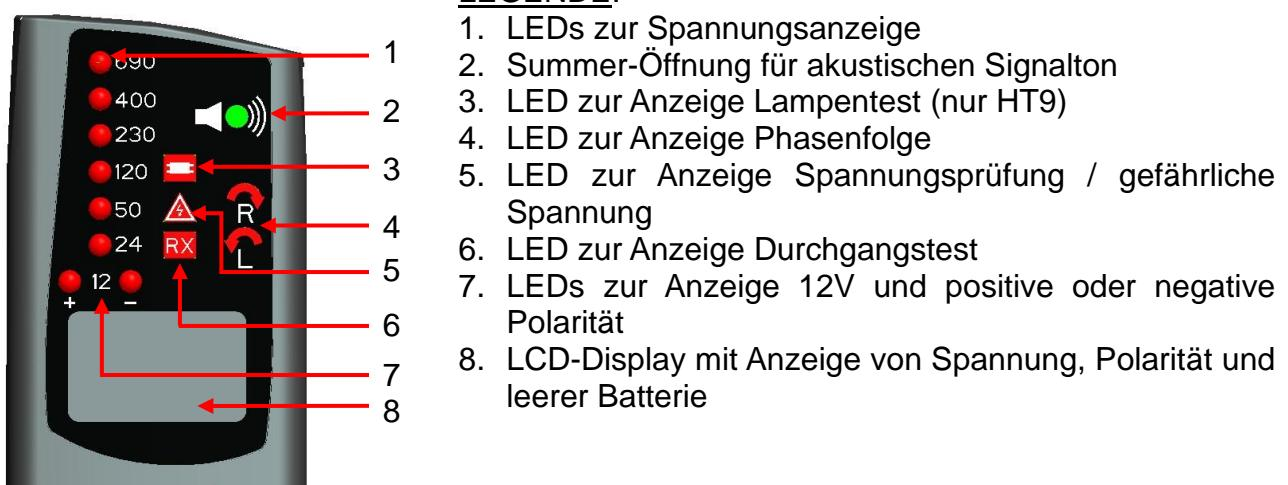

Abb. 2: Beschreibung LEDs und Display
- Die LED bei Spannung (siehe Abb. 2 – Nr. 5) schaltet ein und der Summer ertönt, wenn Spannung >50V AC oder >50V DC zwischen den Leitungen ermittelt wird, auch bei leeren oder nicht eingelegten Batterien.
2. Das Gerät schaltet sich automatisch ein und der gemessene Spannungswert wird durch Einschaltung der LEDs (bei HT8 und HT9, auch auf dem LCD-Display) angegeben (siehe Abb. 2 – Nr. 1 und 8).
4. Die Polarität wird wie folgt angegeben (siehe auch Abb. 2 – Nr. 7):
3. Das Gerät schaltet sich automatisch ein und die Einschaltung der LED zur Anzeige Spannungsprüfung / gefährliche Spannung (siehe Abb. 2 – Nr. 5) und das kontinuierliche Ertönen des Summers geben an, dass eine Wechselspannung höher als 100V ermittelt wurde
2. Das Gerät schaltet sich automatisch zusammen mir der LED RX ein (siehe Abb. 2 – Nr. 6) und der Summer gibt einen kontinuierlichen Ton ab, wenn das Ergebnis des Tests positiv ist.